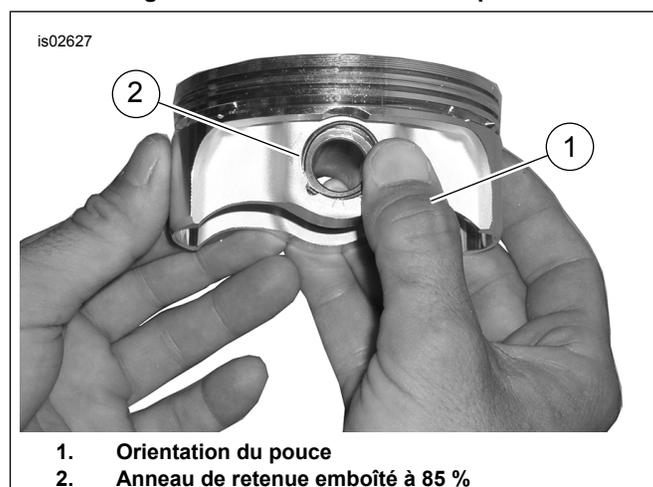

Figure 4. Installer l'anneau de retenue
2. Voir Figure 4. Placer le pouce (1) comme illustré et appuyer fermement jusqu'à ce qu'environ 85 % de l'anneau de retenue (2) soit emboîté dans la rainure.